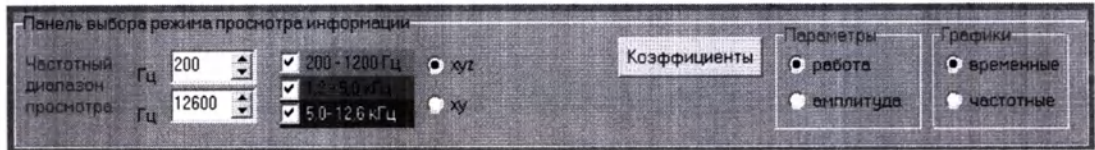

Рис.16.3. Рабочее окно опции «Сравнение паттернов» управляющая кнопка «Коэффициенты»
- кнопкой **«Коэффициенты»** перейти в режим посекундного представления сравниваемых паттернов, (рис. 16.3, 16.4),